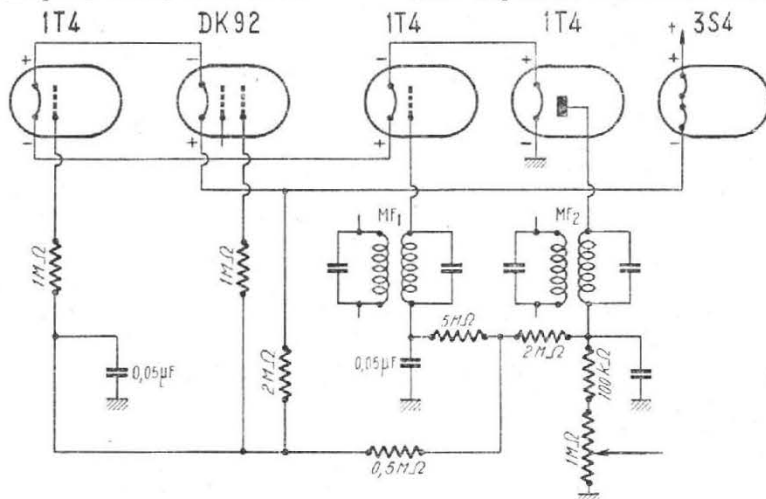

FIG. 8
La figure 8 représente le schéma de la ligne d'antifading d'un récepteur comprenant cinq lampes dont une amplificatrice haute fréquence. L'ordre de chauffage des filaments est indiqué; la détectrice préamplificatrice est la dernière lampe de la chaîne. L'antifading agit sur trois lampes: 1T4 (HF), DK92 (CF) et 1T4 (MF). Les tensions nécessaires à une polarisation de repos correcte sont obtenues grâce au pont de résistances (2 MΩ - 0,5 MΩ - 2 MΩ - 100 kΩ - Pot. de 1 MΩ) disposé entre la ligne filament, à la sortie de la 3S4 et la masse. La différence de potentiel entre ces points est de 5,6 V environ et le pont de résistances a pour effet de porter les grilles des tubes 1T4, DK92 à des tensions positives telles que la différence de potentiel filament grille de chaque tube corresponde à une polarisation correcte.